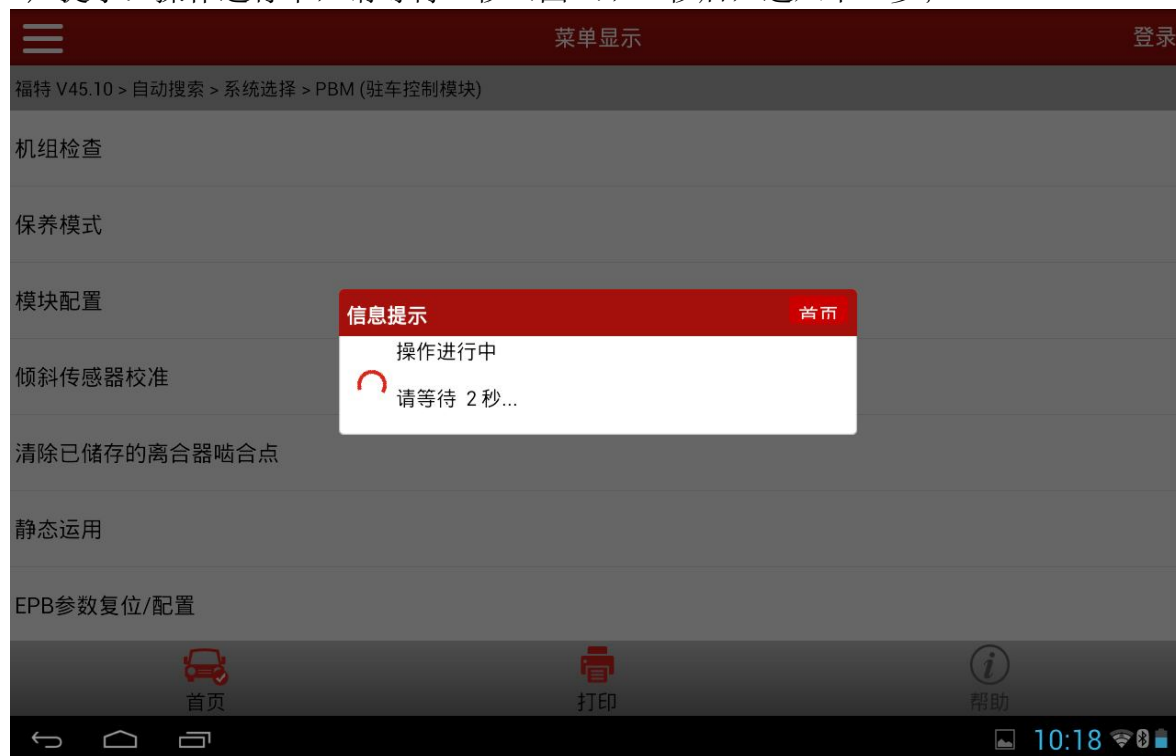

图 8
8). 提示：操作进行中，请等待 2 秒（图 8），2 秒后，进入下一步；